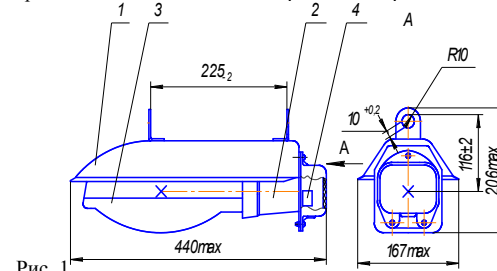

Рис. 1
- 1.1 Светильник ЖСП150-600-002У5 (рис.1) предназначен для освещения растений в вегетационно-климатических сооружениях.
8.2 Для подготовки светильника к работе согласно рис. 1 необходимо: снять крышку, отвернув винты; пропустить кабель (провода) через уплотнительный ниппель, закрепить зажимом и подсоединить жилы кабеля (провода) к клеммной панели, согласно схемы (рис 2) , жилу заземления подсоединить к заземляющему контакту; закрыть крышку; подвесить светильник за скобы подвеса; вернуть лампу 3 в патрон 2 и отрегулировать направление светового потока на освещаемую поверхность согласно инструкции по эксплуатации лампы «REFLUX».